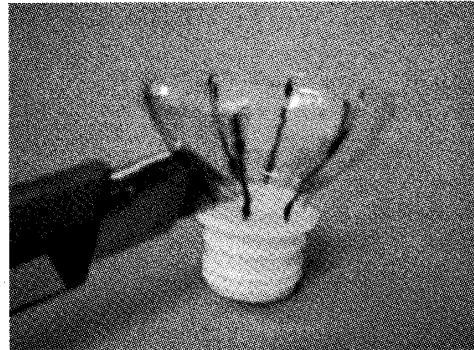

図 12 カッターナイフの使用
(16)図 12 に示すように、ペットボトルの先端の白い部分と接合してある透明な部分は硬くてはさみでは切れないで、カッターナイフを利用して深く切り込みを入れる。